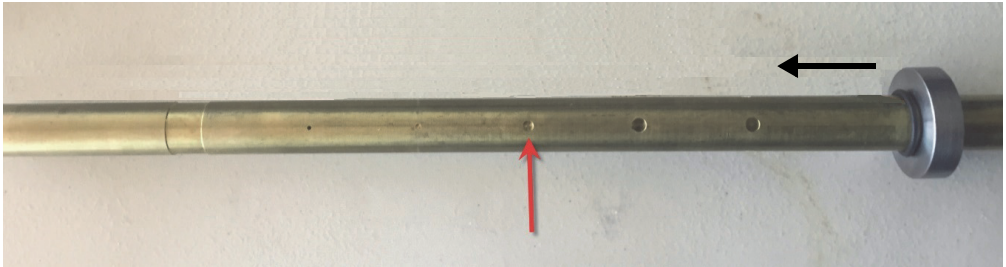

図 5-173 サポートリングの移動
1. チューブのOリングをずらしてサポートリングが動くようにします。サポートリングをきずに合わせ、Oリングを元に戻してサポートリングを固定します (253 ページの図 5-173 参照)。